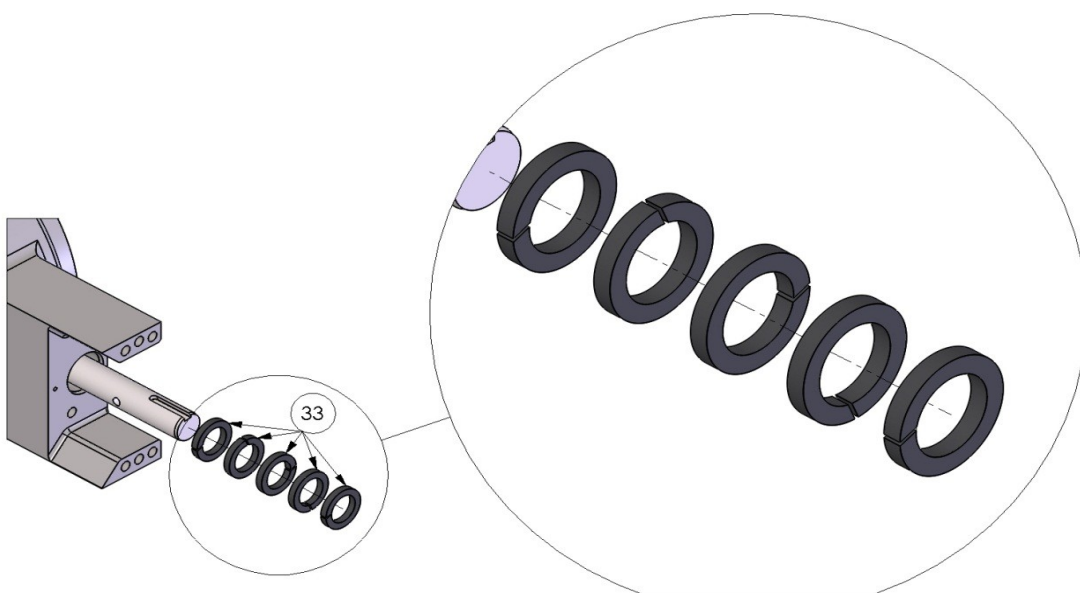

Fig. 5a
- b. Insira o novo conjunto de caixas (Itens 33) certificando-se que a divisão na caixa está girada 90° a partir do último anel de vedação. (ver fig. 5a)
- c. Depois de ajustar cada volta da caixa da gaxeta, use a flange do prensa-gaxeta (item 15) para comprimir a caixa.